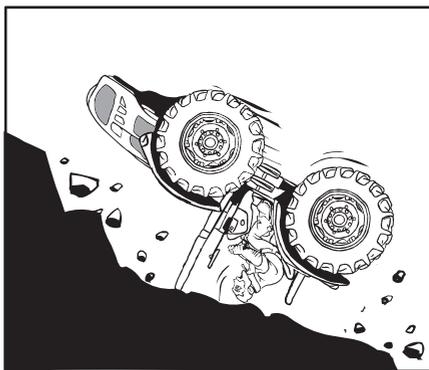

Fig. 2.14
- Se operate vicino a fossati e sponde, mantenete il trattore dietro alla linea di frattura. Evitate fossati, argini, terrapieni e sponde di fiumi che potrebbero cedere (Fig.2.14).